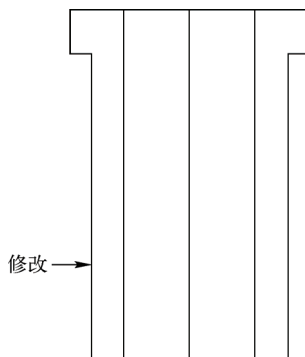

图 3-6 修改直线
STEP 02 在绘图区合适的端点上单击鼠标左键, 向下拖曳鼠标指针至合适的位置, 释放鼠标, 即可完成直线的修改, 效果如图 3-6 所示。